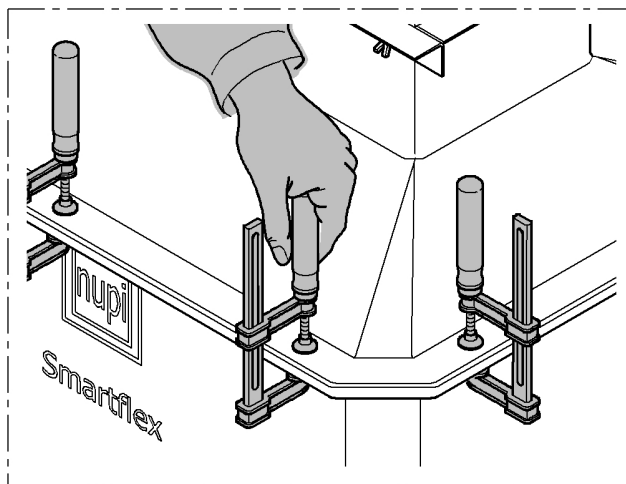

Fig. 5
- Durante o período de resfriamento da junta apertar ulteriormente os grampos de modo a facilitar a adesão entre os dois componentes. (Fig.5)